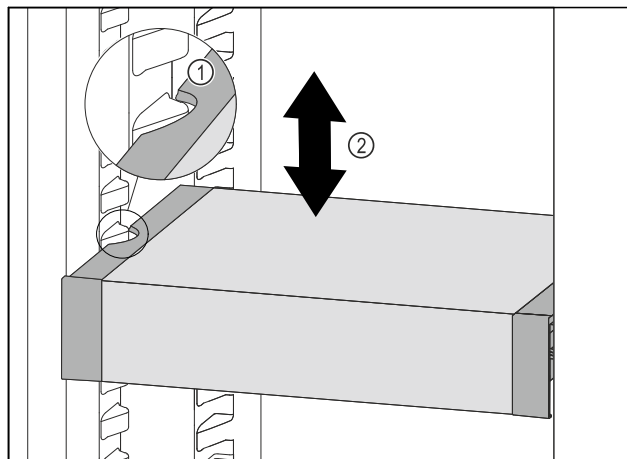

Fig. 118
- ▶ Tõmmake VarioSafe'i ettepoole, kuni VarioSafe'i külgmised väljalõiked asuvad jahutusosas anumariibi kõrgusel. Fig. 118 (1)
- ▶ Liigutage VarioSafe'i jahutusosas ülespoole või allapoole, kuni on saavutatud soovitud kõrgus. Fig. 118 (2)